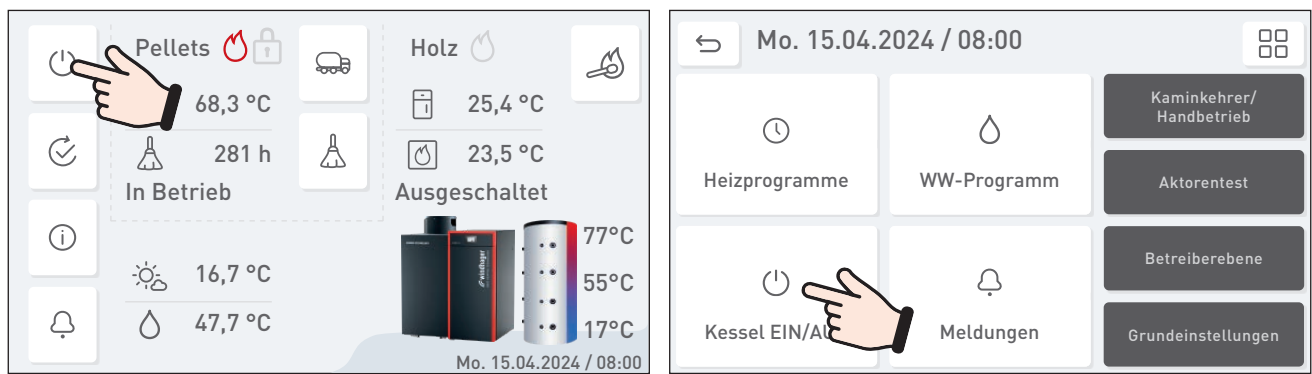

Fig. 5 Heizkessel ausschalten
► Vor dem Öffnen der Verkleidungstür Heizkessel unbedingt vorher mit der **EIN/AUS-Taste** (siehe Fig. 5) ausschalten und auskühlen lassen (keine Anzeige am Display).